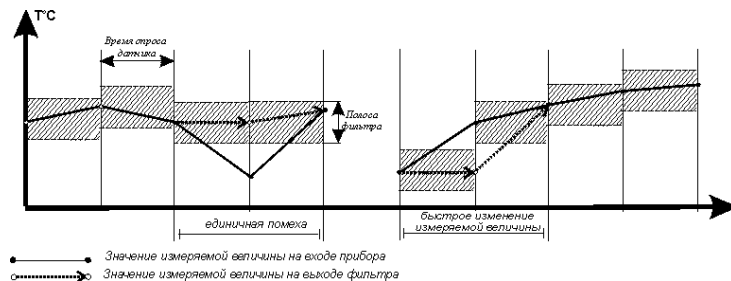

Рис. 7
3.1.3.1. Параметр b0-2, называемый полосой цифрового фильтра, позволяет защитить измерительный тракт от единичных помех. Полоса фильтра задается в единицах измеряемой величины. Если полученное значение отличается от предыдущего на величину, большую, чем установлено в этом параметре, то прибором производятся повторные измерения, до тех пор, пока полученное значение не попадет в заданную полосу (рис.7). В течение всего этого времени на цифровом индикаторе остается старое значение измеренной величины.